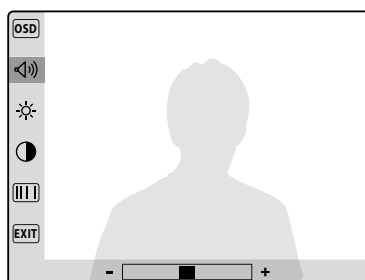

Fig. 3
- Il volume della fonia (8 livelli **Fig.3**);